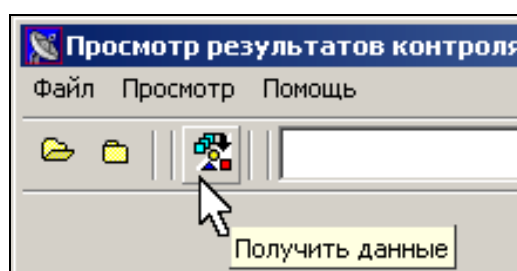

Рисунок 103 – Получение результатов контроля.
7.4.3.1 Для копирования данных с дефектоскопа нажать клавишу «получить данные» (см. рисунок 103).